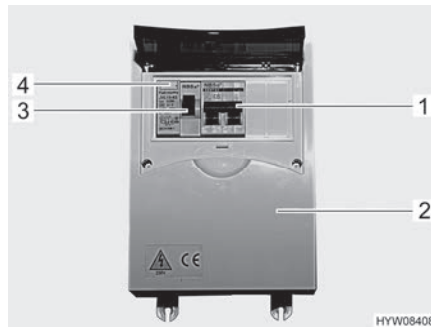

Fig. 101 Scatola dei fusibili a 230 V con interruttore di sicurezza e interruttore automatico FI
- Disattivare l'interruttore di sicurezza (Fig. 101,1) nella scatola dei fusibili (Fig. 101,2).
- Se il veicolo è collegato all'alimentazione a 230 V, premere il tasto di controllo (Fig. 101,4) dell'interruttore di sicurezza per correnti di guasto (interruttore automatico FI) (Fig. 101,3) nella scatola dei fusibili (Fig. 101,2). L'interruttore di sicurezza per correnti di guasto deve scattare.
- Riattivare l'interruttore di sicurezza per correnti di guasto (Fig. 101,3).